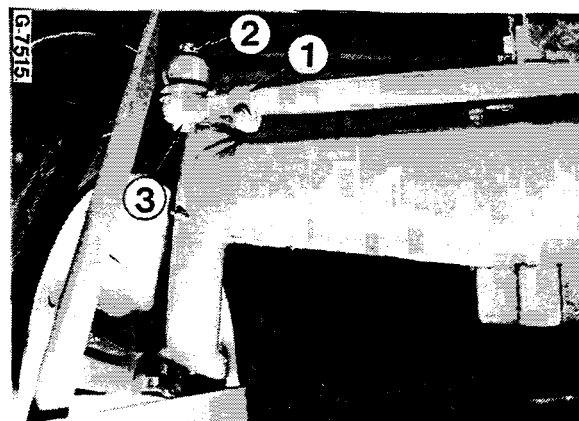

Figure 110
Desserrez le collier (1) Fig. 110 ou 111. Otez l'écrou crénelé (2) et suivant le cas, vissez ou dévissez la rotule (3) sur la barre d'accouplement, pour obtenir le pincement correct.